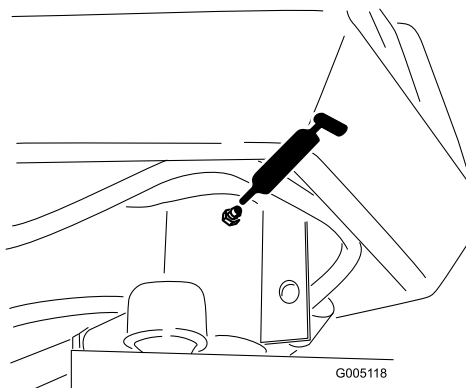

Figura 25
- Eje de la horquilla de dirección (1) (Figura 25)